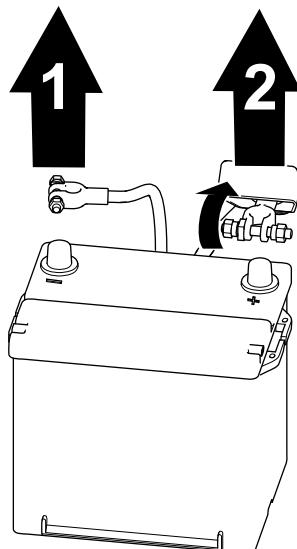

Figure 63
1. Débranchez le câble négatif de la borne de la batterie (Figure 63).
2. Soulevez le capuchon isolant et débranchez le câble positif de la borne de la batterie (Figure 63).